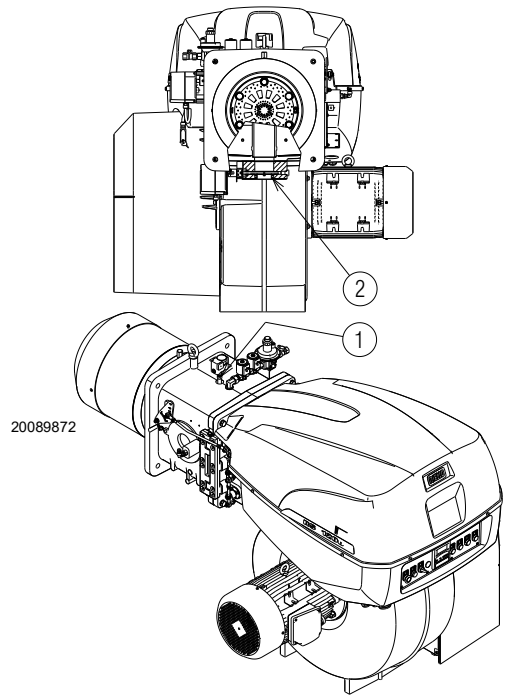

Fig. 18
Pression gaz mesurée à la prise 1)(Fig. 18 à la p. 21), avec:
Perte de charge vanne papillon gaz 2)(Fig. 18 à la p. 21) avec ouverture maximale: 90°.
- soustraire de la pression du gaz à la prise 1)(Fig. 18 à la p. 21) la pression chambre de combustion.
Pression de gaz à la prise 1)(Fig. 18) = 59,2 mbar
Pour connaître par contre la pression de gaz nécessaire à la prise 1)(Fig. 18), après avoir défini la puissance de modulation maximale à laquelle on désire faire fonctionner le brûleur:
- Lire sur la droite, colonne 1, la pression à la prise 1)(Fig. 18).
Pression nécessaire à la prise 1)(Fig. 18).